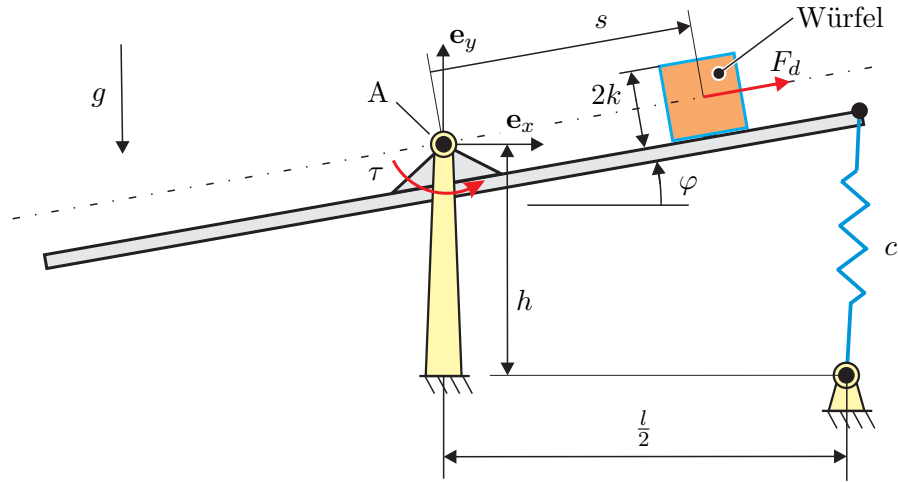

Abbildung 5: Drehbar gelagerter Balken mit gleitendem Würfel.
**Beispiel 5:** In Abb. 5 ist ein drehbar gelagerter Balken (Trägheitsmoment  $\theta_{B,zz}^{(A)}$  um den Drehpunkt A, Länge  $l$ , Masse vernachlässigbar) abgebildet auf den das Moment  $\tau$  wirkt. Im betrachteten ebenen Beispiel gleitet ein Würfel mit der Kantenlänge  $2k$ , dem Massenträgheitsmoment  $\theta_{W,zz}^{(S)}$  um den Schwerpunkt S des Würfels und der Masse  $m$  reibungsfrei auf diesem Balken. Weiters greift eine parallel zum Balken wirkende Störkraft  $F_d$  am Schwerpunkt des Würfels an. Am rechten Ende des Balkens ist eine lineare Feder mit der Federkonstante  $c$  und der Nulllänge  $x_0$  angebracht.